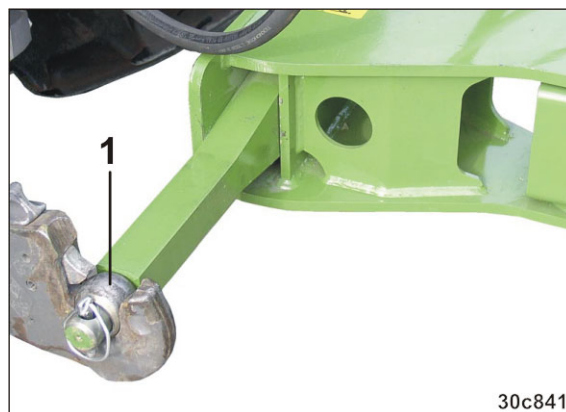

Fig. 144
3. Fastgør et kuglesæde (Fig. 144/1) på hver trækstangsbolt med opsamlingsskål.